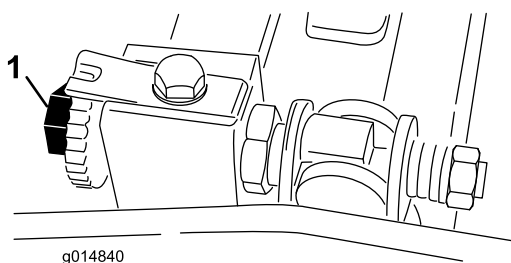

图52
3. 旋转滚刀使一片刀片经过滚刀组右侧第一个与第二个底刀螺丝之间的底刀刀刃图52。
6. 向右转动底刀架调节螺丝左右滑动薄垫片直至感到薄垫片上存在轻微的压力如拉力图52。